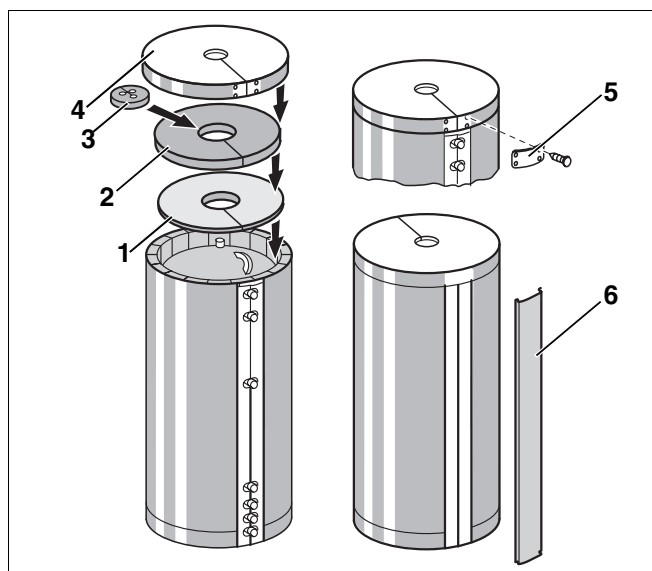

Abb. 10 Montage Wärmeschutz (Prinzipdarstellung)
- Verschlussblende (Abb. 10, **Pos. 6**) an der Vorderseite über die Verschlussleiste der Wärmeschutzmatte drücken.
- Obere Wärmeschutzscheiben (Abb. 10, **Pos. 1** und **2**) so einlegen, dass die Wärmeschutzscheibe mit der höheren Dämmstärke (Abb. 10, **Pos. 2**) mit der Wärmeschutzmatte abschließt.
- Einlegeeteil mit Aussparungen (Abb. 10, **Pos. 3**) für Speicheranschlüsse einsetzen.
- Speicherhaube (Abb. 10, **Pos. 4**) über die Wärmeschutzscheibe und den Rand der Wärmeschutzmatte stülpen.
- Schlitz am Haubenrand mit Lasche und vier Spannstiften verschließen (Abb. 10, **Pos. 5**).